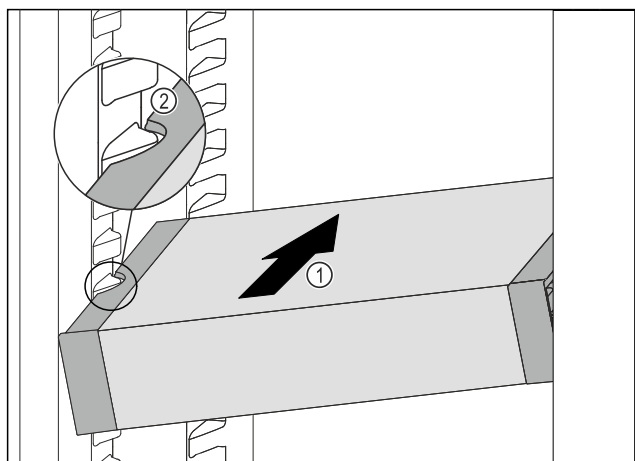

Fig. 123
- Predal VarioSafe potiskajte poševno v hladilnik Fig. 123 (1), dokler stranska izreza Fig. 123 (2) predala VarioSafe nista na višini nastavka za posodo v hladilniku.